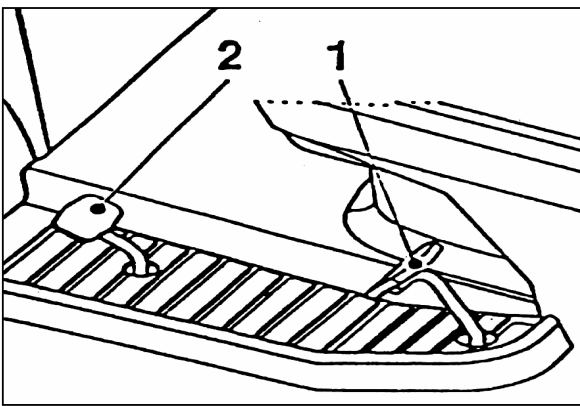

Fig. 18
Voir fig. 18
Appuyer lentement sur la pédale de marche arrière (Fig. 18)
Pour se déplacer avec le tracteur (sans tondre), appuyer à fond sur la pédale d'avancement (fig 18 pos.1)
Les lumières sont automatiquement allumées par l'interrupteur à clé (fig. 18)